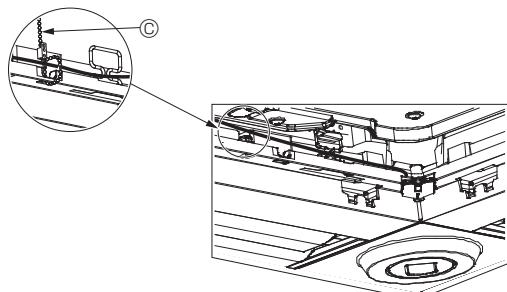

Fig. 10-12
- Στερεώστε τα σύρματα του Αισθητήρα i-see και του δέκτη σήματος στο πλαίσιο με το σφιγκτήρα, όπως φαίνεται στο διάγραμμα, ώστε να μην υπάρχουν χαλαρά σημεία στα σύρματα και, στη συνέχεια, αποκόψτε το άκρο του σφιγκτήρα που προεξέχει. (Fig. 10-12)
- Αν η θέση του Αισθητήρα i-see έχει αλλάξει από τη θέση “○” (E) στη θέση “□” (F), τροποποιήστε τις ρυθμίσεις λειπουργίας. (Ανατρέξτε στη σελίδα 13.)